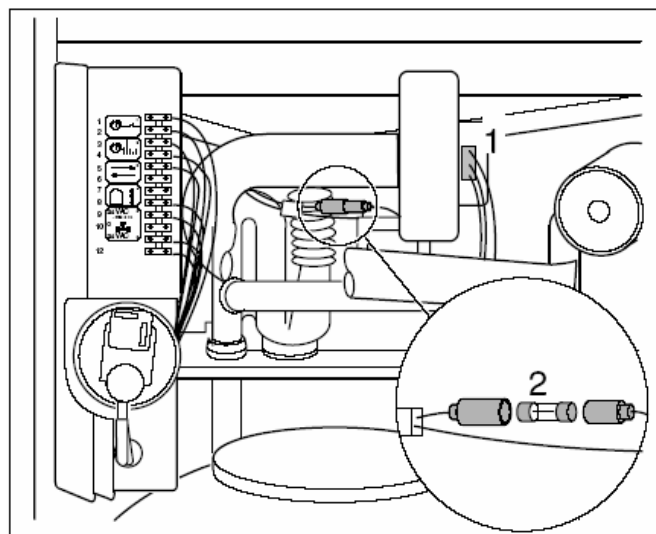

Рис. 12 Проверка разъема и предохранителя блока вентилятора 24 В
- Проверьте разъем блока вентилятора, чтобы убедиться в его правильной установке (рис. 12, поз. 1).
- Откройте держатель предохранителя и осмотрите его визуально, или проверьте на проводимость (рис. 12, поз. 2).